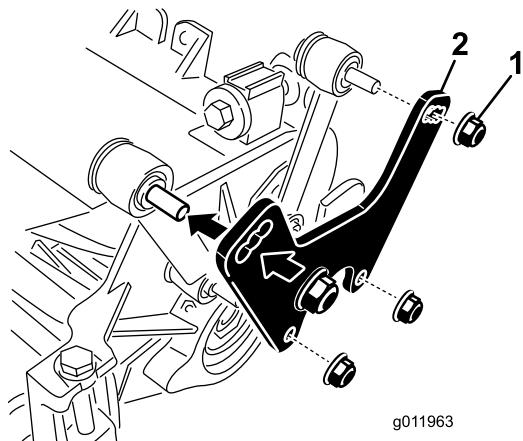

Figure 9
1. Retirez les écrous et rondelles qui fixent les biellettes de relevage à la plaque latérale du plateau de coupe et au châssis porteur (**Figure 9**).